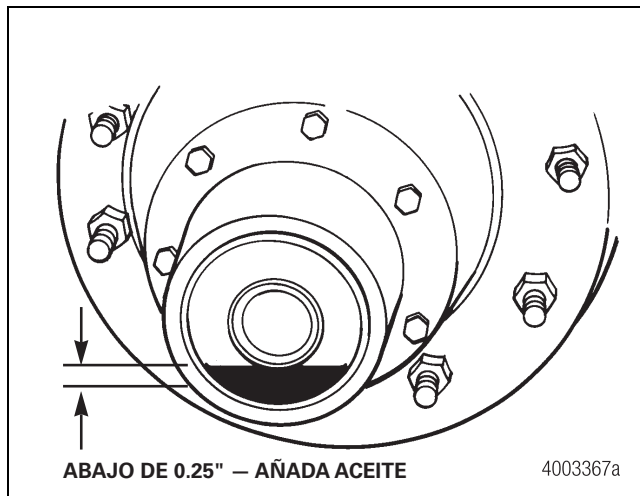

Figura 5.14
10. Llene de aceite el extremo de rueda hasta la línea de llenado de la tapa de maza. Tenga en cuenta que, antes de efectuar la verificación final del nivel, debe esperar tiempo suficiente para que el aceite se asiente. Lo anterior es especialmente importante en climas fríos. Instale el tapón de la tapa de la maza y verifique que el orificio del respiradero, de haberlo, no esté obstruido por materiales de desecho. Figura 5.14.